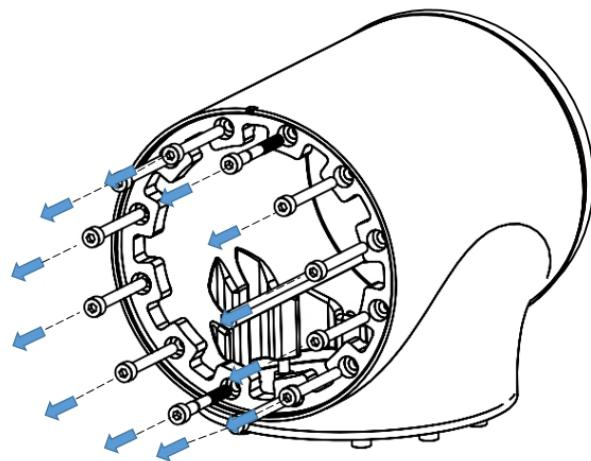

图 3-27 拆卸 J3 轴模组螺钉
**步骤5** 使用内六角扳手拆卸固定 J3 轴模组的螺钉，在固定端用手轻推，将旧模组拆卸下来，如图 3-27 所示。